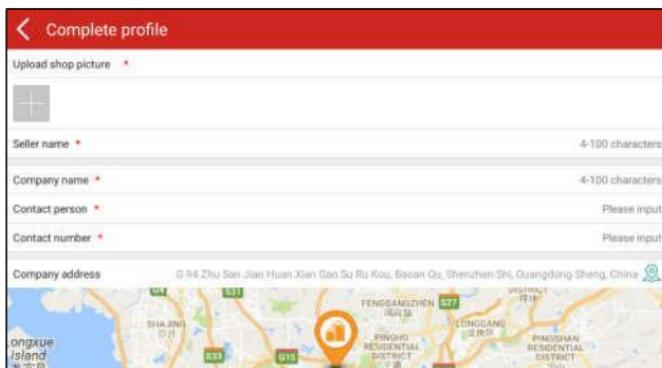

Рис. 8-2
A. Если у вас отсутствует аккаунт «golo business manager», нажмите «Join» для входа в окно, как показано на рис. 8-2: